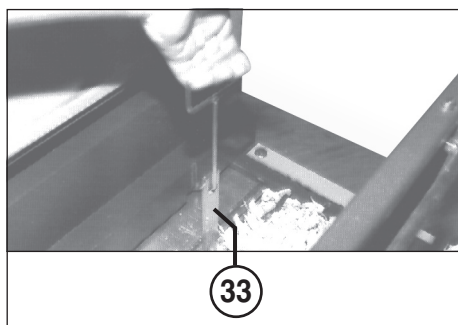

Fig. 9
- A) Espulsione **con** legatura **nel** sacco di plastica (per pezzi piccoli) (fig. 9, 10, 11, 12 e 13)
- B) Espulsione **con** legatura, ma **senza** sacco di plastica (per pezzi grandi) (fig. 9, 10 e 12)
LEGATURA DELLA BALLA (fig. 9, 10, 12, 16):
3. Con l'aiuto degli elevatori del nastro (33) e del gancio fornito in dotazione, estrarre verso l'alto i nastri fino a circa 40 cm oltre il punzone pressore (fig. 9).